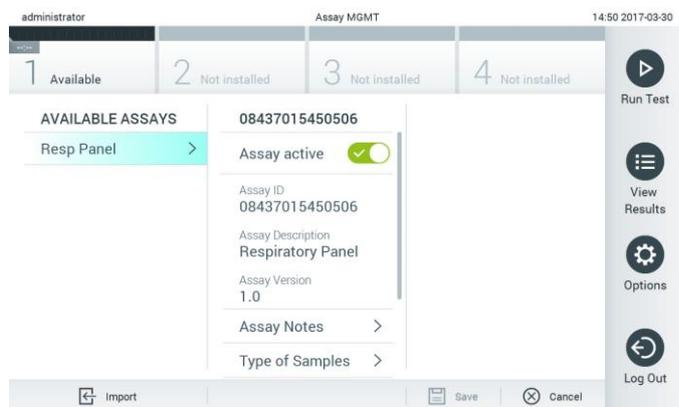

Рис. 54. Управление доступными тест-системами.
1. Нажмите кнопку **Options** (Опции), а затем кнопку **Assay Management** (Управление тест-системами), чтобы открыть экран **Assay Management** (Управление тест-системами). Перечень доступных тест-систем отображается в первом столбце области содержимого (рис. 54).